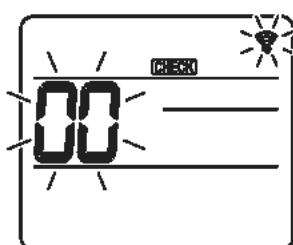
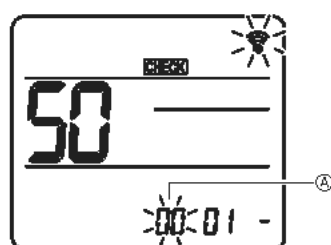

Fig. 7-16
Fig. 7-17
7.4.2. À l'aide de la télécommande sans fil (Fig. 7-16, Fig. 7-17, Fig. 7-18, Fig. 7-19)
① Accès au mode de sélection des fonctions
- [CHECK] s'allume et "00" clignote. (Fig. 7-16)
② Réglage du numéro d'appareil
- Appuyez sur les touches [] pour régler le numéro d'appareil ②. (Fig. 7-17)
③ Sélection d'un mode